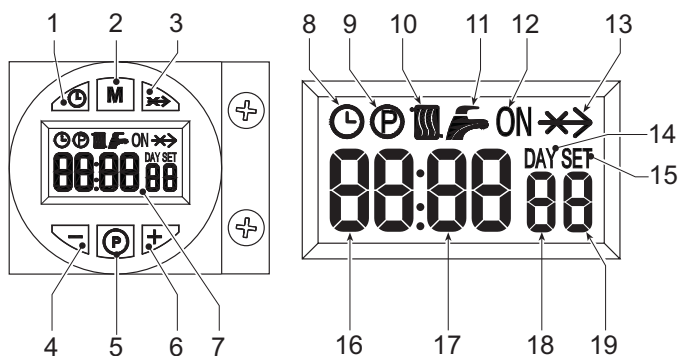

fig. 1 - Bedienpanel
Die Einschaltanforderung (generiert bei Schließen des Kontakts an den Klemmen 7-8 (siehe fig. 14), bei Default-Einstellung) wird durch die Aktivierung des Heizsymbols angezeigt (Pos. 10 - fig. 1).
- Die Taste zum Einstellen von Tag/Uhrzeit drücken (Pos. 1 - fig. 1).
- Auf dem Display (Pos. 7 - fig. 1), blinken die Symbole UHR und DAY: mit den Tasten + und - (Pos. 4 und 6 - fig. 1), den aktuellen Wochentag einstellen; 1=Montag, 7=Sonntag. Den Wochentag durch Drücken der Taste zum Einstellen von Tag/Uhrzeit bestätigen (Pos. 1 - fig. 1).
- Auf dem Display (Pos. 7 - fig. 1), blinken die zwei Ziffern der AKTUELLEN STUNDE und das Symbol UHR: mit den Tasten + und - (Pos. 4 und 6 - fig. 1) die genaue Uhrzeit von 00 bis 23 einstellen. Die Stunden durch Drücken der Taste zum Einstellen von Tag/Uhrzeit bestätigen (Pos. 1 - fig. 1).
- Auf dem Display (Pos. 7 - fig. 1), blinken die zwei Ziffern der AKTUELLEN MINUTEN und das Symbol UHR: mit den Tasten + und - (Pos. 4 und 6 - fig. 1) die genauen Minuten von 00 bis 59 einstellen. Die Minuten durch Drücken der Taste zum Einstellen von Tag/Uhrzeit bestätigen (Pos. 1 - fig. 1). Automatischer Heizbetrieb, Handbetrieb On, Handbetrieb Off
Durch Drücken der Betriebsartenwahltaste (Pos. 2 - fig. 1) kann folgendes eingestellt werden:
- Bei Automatikbetrieb wird auf dem Display (Pos. 7 - fig. 1) das Symbol UHR eingeblendet. Die Anforderung der Ein-/Abschaltung des Brenners hängt vom eingestellten Wochenprogramm ab. Im Bedarfsintervall wird auf dem Display (Pos. 7 - fig. 1) auch das Symbol ON eingeblendet.
- In Handbetrieb On wird auf dem Display (Pos. 7 - fig. 1) nur das Symbol ON eingeblendet. Der Brenner ist immer in Bedarf eingestellt.
- In Handbetrieb Off wird auf dem Display (Pos. 7 - fig. 1) weder das Symbol ON noch das Symbol UHR angezeigt. Der Brenner ist abgeschaltet.
Das Wochenprogramm ist mit 3 Zeitintervallen auf ON und 3 Zeitintervallen auf OFF voreingestellt, die für jeden Wochentag gleich sind. Im Bedarfsintervall wird auf dem Display (Pos. 7 - fig. 1) das Symbol ON eingeblendet.
- Die Programmier Taste "P" drücken (Pos. 5 - fig. 1)
- Den zu programmierenden Tag mit den Tasten + und - wählen (Pos. 4 und 6 - fig. 1):
- Die Programmier Taste "P" drücken (Pos. 5 - fig. 1):
- Mit den Tasten + und - (Pos. 4 und 6 fig. 1) den Beginn des 1. Zeitintervalls für ON ändern; Beispiel 06:00Die Heiztaste "P" drücken (Pos. 5 - fig. 1)
- Mit den Tasten + und - (Pos. 4 und 6 fig. 1) den Beginn des 1. Zeitintervalls für OFF ändern; Beispiel 09:00Die Heiztaste "P" drücken (Pos. 5 - fig. 1)
- Mit den Tasten + und - (Pos. 4 und 6 fig. 1) den Beginn des 2. Zeitintervalls für ON ändern; Beispiel 12:30Die Heiztaste "P" drücken (Pos. 5 - fig. 1)
- Mit den Tasten + und - (Pos. 4 und 6 fig. 1) den Beginn des 2. Zeitintervalls für OFF ändern; Beispiel 14:00Die Heiztaste "P" drücken (Pos. 5 - fig. 1)
- Mit den Tasten + und - (Pos. 4 und 6 fig. 1) den Beginn des 3. Zeitintervalls für ON ändern; Beispiel 16:00Die Heiztaste "P" drücken (Pos. 5 - fig. 1)
- Mit den Tasten + und - (Pos. 4 und 6 fig. 1) den Beginn des 3. Zeitintervalls für OFF ändern; Beispiel 23:30Die Heiztaste "P" drücken (Pos. 5 - fig. 1)
- Die Programmier Taste "P" (Pos. 5 - fig. 1) 3 Sekunden lang drücken, um den Programmiermodus zu beenden.
Zum Öffnen des Parametermenüs die Programmier Taste "M" (Pos. 2 - fig. 1) 5 Sekunden lang drücken. Der Parameter "u01" wird angezeigt, bezeichnet mit SET 01. Die Taste "P" (Pos. 5 - fig. 1) dient zum Scrollen der Parameterliste.
Zum Ändern eines Parameterwertes die Tasten + und - drücken (Pos. 4 und 6 - fig. 1): Die Änderung wird automatisch gespeichert. Nach Ändern des Parameters 3 Sekunden warten: Der Wert blinkt und wird gespeichert.
Zum Schließen des Menüs die „Betriebsartenwahltaste - M“ (Pos. 2 - fig. 1) 5 Sekunden lang drücken.
Zum Öffnen des Parametermenüs die Programmier Taste "P" (Pos. 5 - fig. 1) 10 Sekunden lang drücken. Der Parameter "t01" wird angezeigt, bezeichnet mit SET 01. Die Taste "P" (Pos. 5 - fig. 1) dient zum Scrollen der Parameterliste.
Zum Ändern eines Parameterwertes die Tasten + und - drücken (Pos. 4 und 6 - fig. 1): Die Änderung wird automatisch gespeichert Nach Ändern des Parameters 3 Sekunden warten: Der Wert blinkt und wird gespeichert.